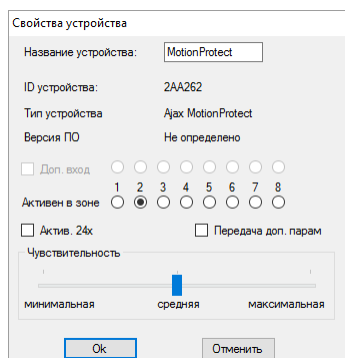

РИС. 5. Меню свойств датчика позволяет приписать его к зоне
4.3. Если датчик оказался ошибочно прописан в другой зоне, выберите курсором название датчика и правым кликом мыши вызовите контекстное меню, найдите пункт «Свойства». Появляется окно настроек, позволяющее переназначить зону для датчика (РИС. 5). Меню свойств датчика также можно вызвать, нажав в дереве «Радиоустройства» соответствующую кнопку напротив датчика в общем списке датчиков.
При подключении дополнительного проводного датчика на выносную клемму беспроводного датчика, в свойствах последнего должен быть активирован чекбокс «Доп. вход» и выбрана зона для проводного датчика (РИС. 5). Если датчик (например, затопления) рассчитан на круглосуточную работу, активируйте в свойствах чекбокс «Актив. 24х». Не стоит размещать 24-х часовые и обычные датчики в одной зоне! При необходимости, отрегулируйте чувствительность датчика.